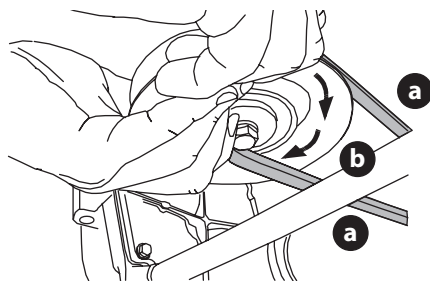

Figure 38
- d. Tenez la courroie de la prise de force (a) vers le bas et continuez de tourner la poulie de la prise de force (b) jusqu'à ce que la courroie de la prise de force (a) soit complètement dégagée de la poulie de la prise de force (b) (Figure 38).
8. Tirez sur le côté droit de la courroie et placez le côté plus étroit en forme de « V » de la courroie dans la poulie de la prise de force (Figure 38 à la page 98).
9. Tenez la courroie de la prise de force et la poulie de la prise de force, puis faites pivoter la poulie de la prise de force vers la gauche (Figure 38 à la page 98). Continuez à tenir et à faire pivoter la poulie et la courroie de la prise de force jusqu'à ce que la courroie de la prise de force soit complètement enroulée autour de la poulie de la prise de force.